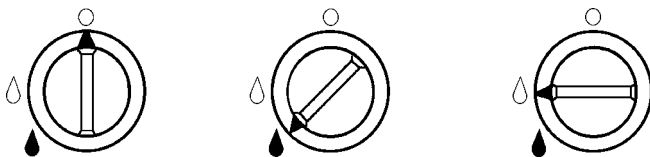

Рис. 8
1) нажать и повернуть ручку крана против хода часовой стрелки, до метки на панели управления (см.рис.8), указывающей максимальное открытие;